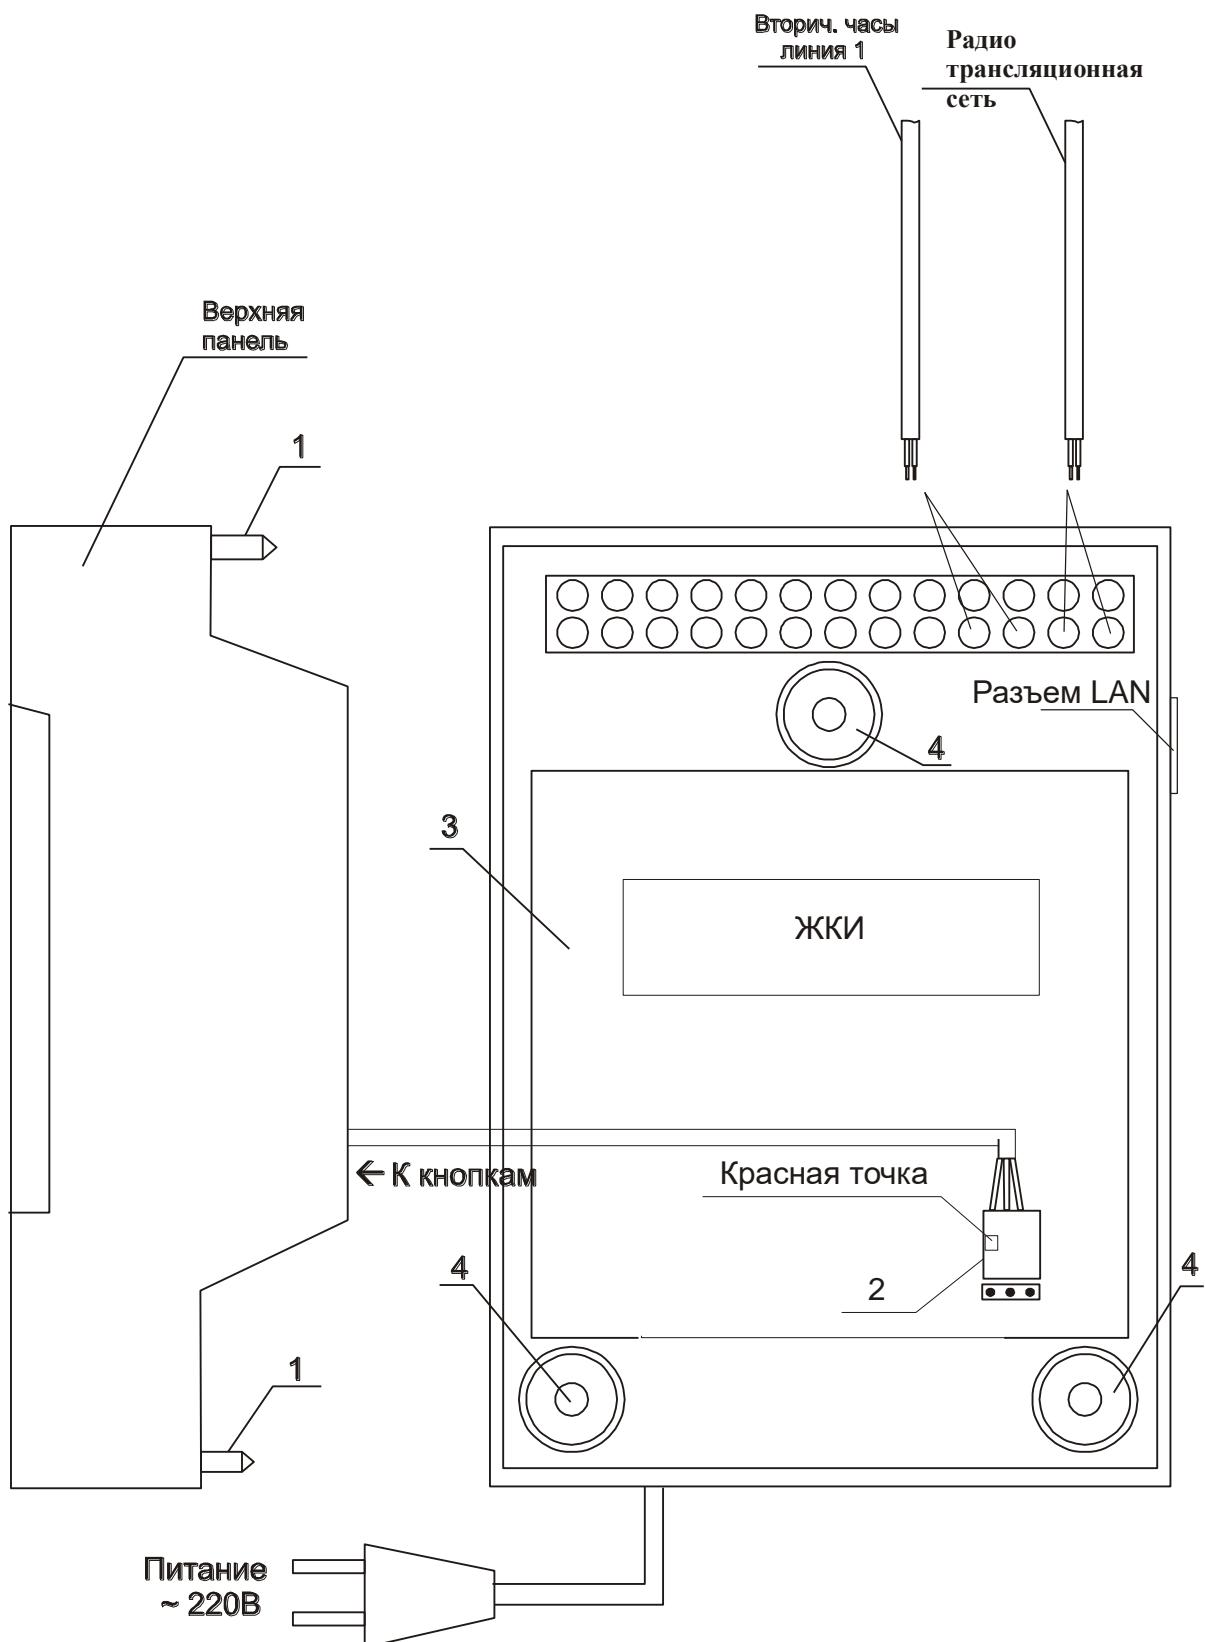

Рис. 1.
4.1. Выверните четыре винта 1, расположенных на верхней панели ЧС (см. Рис.1). Осторожно снимите верхнюю панель и отсоедините разъем 2, соединяющий кнопки с печатной платой 3.
4.4. Подсоедините линию вторичных часов и линию радиотрансляционной сети к клеммной колодке станции в соответствии со схемой рис. 1.